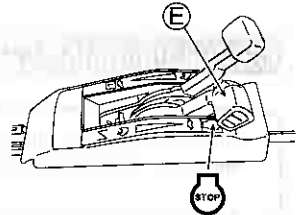

Abb. 14.
2 Stellen Sie den Gashebel (E) auf "STOP". (Siehe Abb. 14.)